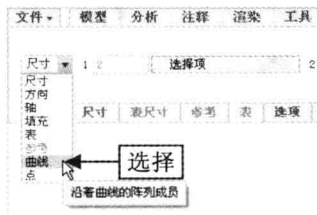

图 7-53 选择“曲线”选项
Step 02 弹出“阵列”选项卡，单击“尺寸”右侧的下拉按钮，在弹出的下拉列表中选择“曲线”选项，如图 7-53 所示。